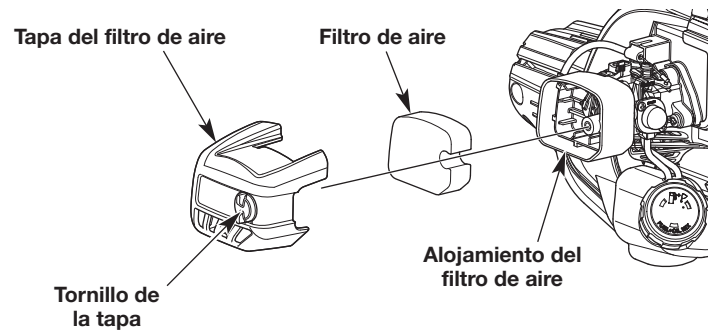

Fig. 14
1. Abra la tapa del filtro de aire para lo cual debe aflojar el tornillo de la tapa (Fig. 14).
2. Extraiga el filtro de aire de su alojamiento (Fig. 14).
6. Vuelva a instalar el filtro de aire en su alojamiento (Fig. 14).